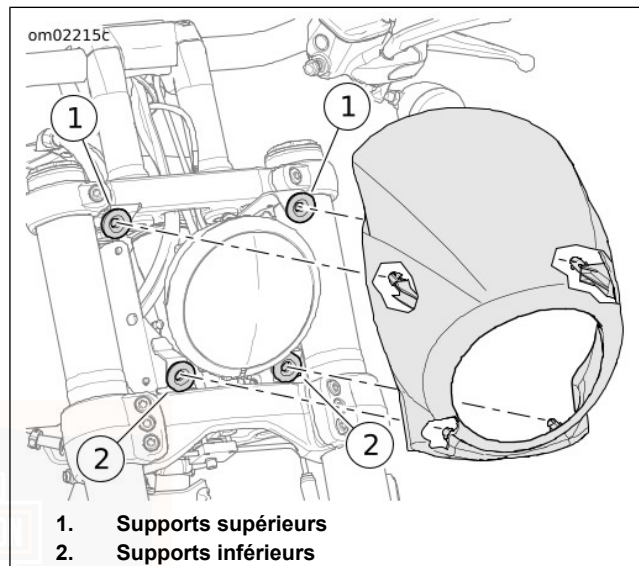

Figure 59. Supports en caoutchouc de l'écran de vitesse
2. Voir Figure 59. Retirer le pare-brise Speed Screen en deux étapes :
- a. Tout d'abord, retirer les deux goujons supérieurs des supports supérieurs en caoutchouc (1).
- b. Ensuite, retirer les deux goujons inférieurs des supports inférieurs en caoutchouc (2).
1. Voir Figure 59. Aligner les quatre goujons du pare-brise Speed Screen avec les quatre supports en caoutchouc situés sur la fourche avant.
- a. Tout d'abord, enfoncer les deux goujons inférieurs dans les supports inférieurs en caoutchouc (2).
- b. Ensuite, enfoncer les deux goujons supérieurs dans les supports supérieurs en caoutchouc (1).